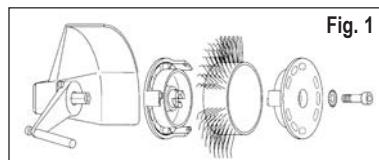
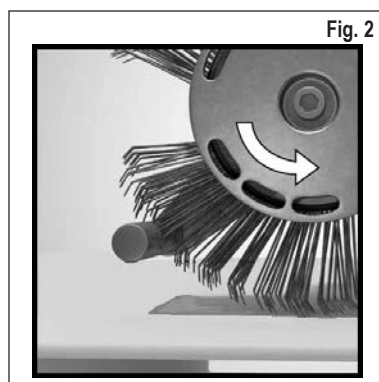

Fig. 1
Fig. 2
3. Interrompa a alimentação de ar comprimido e fixe a Cinta Bristle Blaster® 23 mm ou 11 mm correctamente com o sistema de alojamento correspondente (observe o sentido de operação) no disco de leque previsto e no parafuso na ferramenta. Vide a Fig. 1 e a Fig. 2
- Está a utilizar uma Cinta Bristle Blaster® no sentido de operação errado? - Ajuste a cinta de escova, de maneira que opere no sentido correcto (vide o capítulo 7, Colocação em funcionamento, Fig. 2).